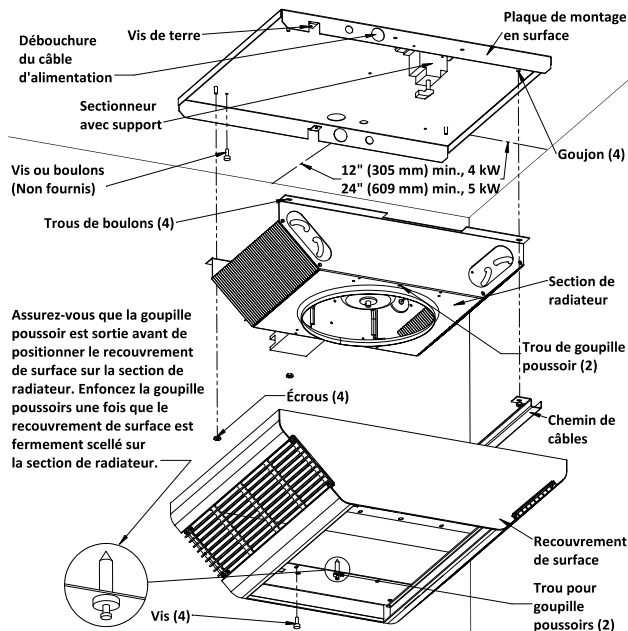

Figure 2
6. Positionnez la plaque de montage en surface contre le plafond et fixez-la avec des boulons ou des vis (Figure 2). Voyez l'avertissement N° 9. Connectez le fil d'arrivée de terre sur la vis de terre verte de la plaque de montage en surface.
10. Positionnez la section de radiateur par-dessus les goujons de la plaque de montage en surface (Figure 2).
11. Poussez la section chauffante sur les goujons et serrez solidement les deux écrous (fournis) sur les goujons pour fixer la moitié de la section chauffante opposée aux fils gainés à la plaque de montage en surface. Poussez la conduite sur les goujons en vous assurant que les fils gainés sont dans la conduite, puis serrez fermement les deux écrous (fournis) sur les goujons pour fixer la conduite et l'autre moitié de l'appareil de chauffage à la plaque de montage en surface (Figure 2).
SI VOUS N'INSTALLEZ PAS BIEN LES QUATRE ÉCROUS DE FIXATION LE RADIATEUR PEUT TOMBER (VOYEZ LA FIGURE 2).
**REMARQUE :** Assurez-vous que la goupille poussoir dans chaque extrémité de la grille de soufflage est tirée en position sortie pour permettre aux corps de goupille de bien entrer dans les trous de la section de radiateur (Figure 2).
15. Installez et serrez bien quatre vis (fournies) pour retenir le recouvrement de surface avec la section de radiateur (Figure 2).
SI VOUS N'INSTALLEZ PAS BIEN LES QUATRE VIS LE RECOUVREMENT DE SURFACE PEUT TOMBER (VOYEZ LA FIGURE 2).
**SI VOUS N'INSTALLEZ PAS BIEN LES QUATRE ÉCROUS DE FIXATION LE RADIATEUR PEUT TOMBER (VOYEZ LA FIGURE 2).**
**SI VOUS N'INSTALLEZ PAS BIEN LES QUATRE VIS, LE RECOUVREMENT DE SURFACE PEUT TOMBER (VOYEZ LA FIGURE 2).**